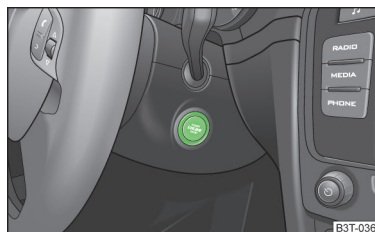

Fig. 123
- Coupez le moteur ou le contact en appuyant sur le bouton du démarreur » fig. 123.
- Appuyez brièvement sur le bouton du démarreur » fig. 123 à la page 138 : le contact est mis.
- Appuyez brièvement sur le bouton de démarrage » fig. 123 à la page 138 - le moteur démarre.
- Appuyez brièvement sur le bouton du démarreur » fig. 123 à la page 138 : le contact est coupé.
- Coupez le moteur en appuyant sur le bouton du démarreur » fig. 123 à la page 138, le contact se coupe également.
- Appuyez sur le bouton du démarreur » fig. 123 à la page 138 pendant plus d'1 seconde ou appuyez dessus une deuxième fois dans la seconde qui suit.